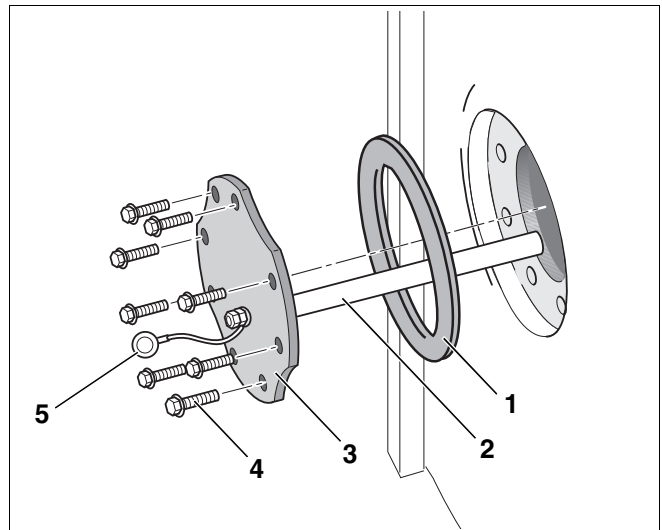

Abb. 14 Handlochdeckel demontieren
- Sechskantschrauben (Abb. 14, **Pos. 4**) aus dem Handlochdeckel (Abb. 14, **Pos. 3**) herausdrehen.
- Handlochdeckel mit Magnesiumanode (Abb. 14, **Pos. 2**) und Handlochdeckel-Dichtung (Abb. 14, **Pos. 1**) vom Warmwasserspeicher abnehmen.